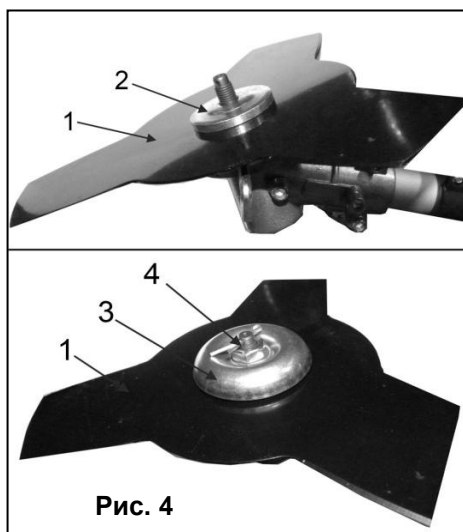

Рис. 4
- Извлеките шплинт (4)(См. Рис.4) из отверстия, расположенного на конце вала.
- Установить режущий нож (1)(См. Рис.4) на ступицу изделия таким образом, чтобы сторона с надписями была обращена к ступице.
- Убедитесь, что режущий нож (1)(См. Рис.4) правильно отцентрирован, и плотно сел на посадочный вал ступицы.
- Установите на вал фиксирующую фланцевую шайбу (2)(См. Рис.4) выпуклой стороной наружу.
- Установите поверх фланцевой шайбы (2) защитную крышку (3)(См. Рис.4).
- Установите шплинт (4)(См. Рис.4) в отверстие на конце вала.
- Извлеките шплинт (4)(См. Рис.4) из отверстия на конце вала.